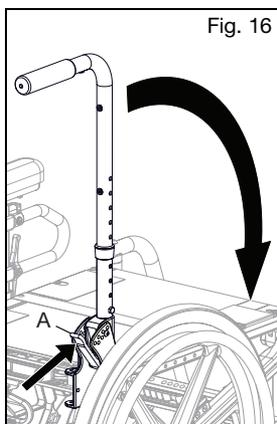

Fig. 16
1. Empurre as alavancas (Fig. 16:A) para o lado anterior da cadeira, para soltar os engates. Com o assento do encosto colocado, ambos os engates devem ser soltos simultaneamente, para rebater o encosto.